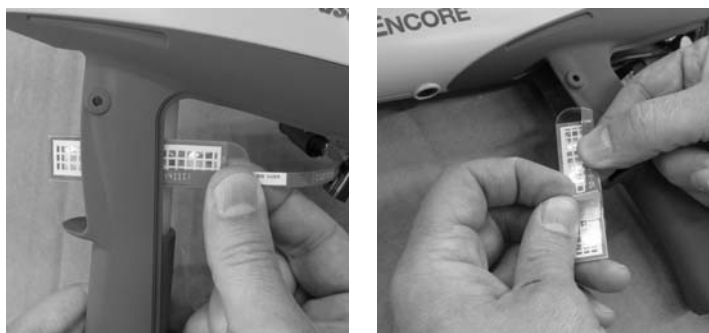

Рис. 6-9 Установка выключателя спускового устройства — операции 1 и 2
1. См. рис. 6-9. Повернуть новый выключатель сеткой от впускной трубки, затем аккуратно завести нижнюю, квадратную часть выключателя (23) с левой стороны впускной трубки (25) и через вырез в углублении спускового устройства.